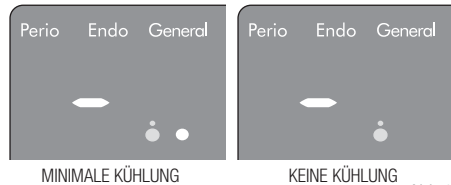

Abb. 20
- Balkendiagrammanzeige (Abb. 20)